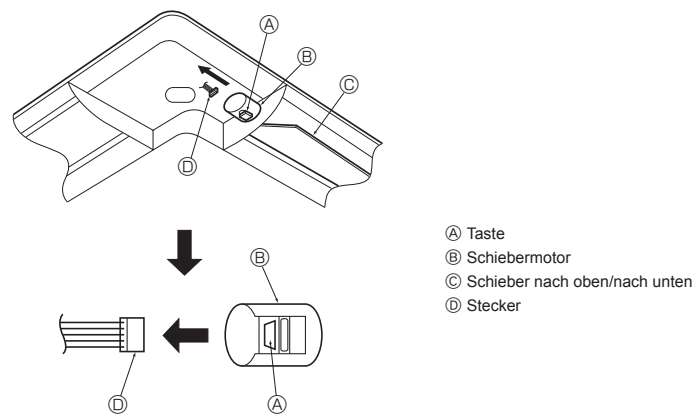

Fig. 8-9
8.4. Verriegelung der Richtung des Luftstroms nach oben/nach unten (Fig. 8-9)